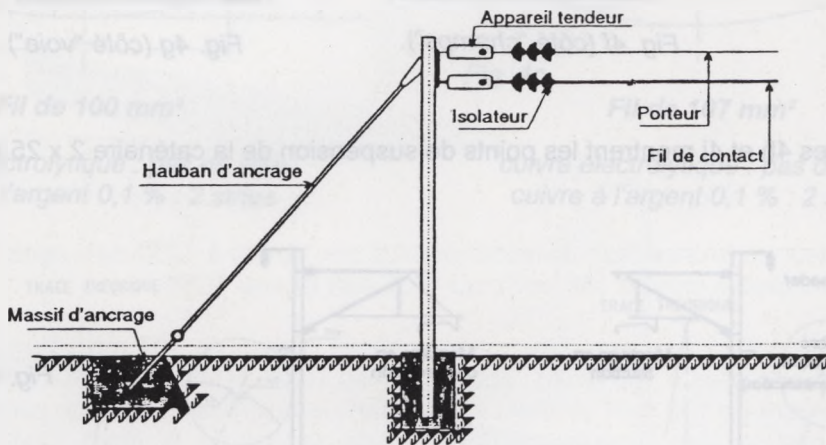

Fig. 5
4.6. Appareils tendeurs (Fig. 5)